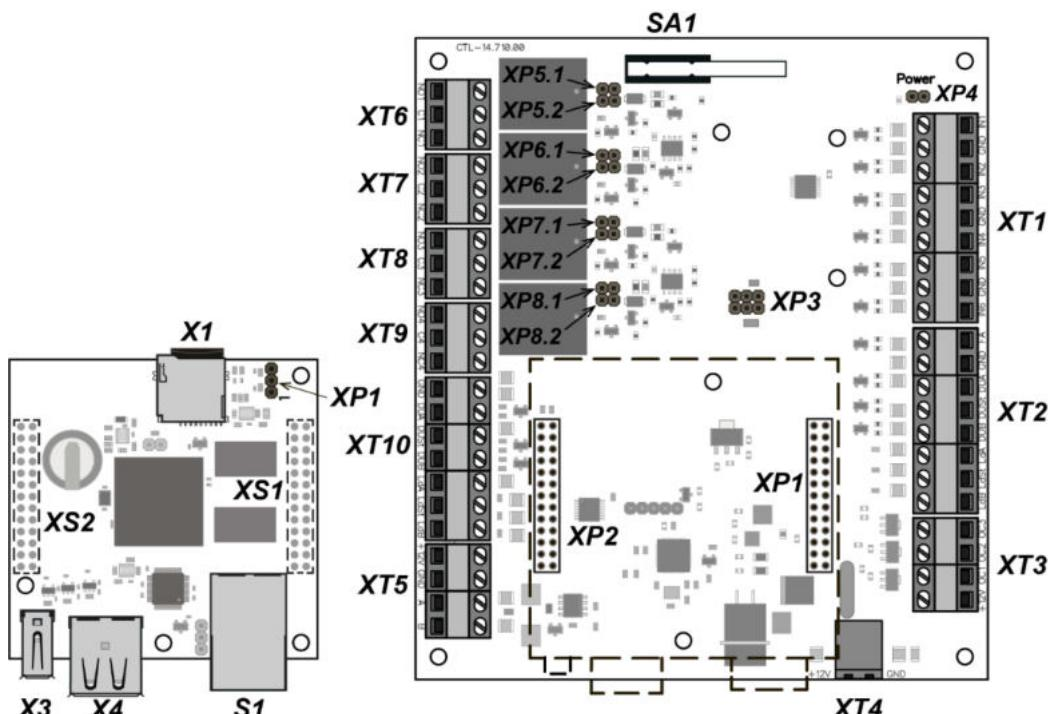

Рисунок 1. Внешний вид верхней и нижней плат контроллера
В состав контроллера входят две платы – верхняя (процессорный модуль) и нижняя (исполнительный модуль). Верхняя плата контактными колодками **XS1**, **XS2** вставляется в разъемы нижней платы **XP1**, **XP2** соответственно. Внешний вид верхней и нижней плат контроллера представлен на рис. 1. Назначение контактов клеммных колодок нижней платы контроллера приведено в табл. 1.
Контроллер обеспечивает контроль состояния шести входов под управлением выходами типа «сухой контакт» или «открытый коллектор» (OK): *IN1* – *IN6*. Подключение к входам осуществляется через клеммную колодку **XT1** нижней платы контроллера (см. рис. 1 и 3).